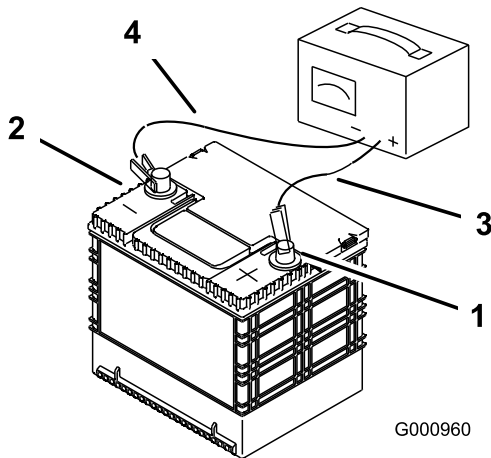

Figura 82
3. Cuando la batería esté completamente cargada, desconecte el cargador de la toma de electricidad, luego desconecte los cables del cargador de los bornes de la batería (Figura 82).